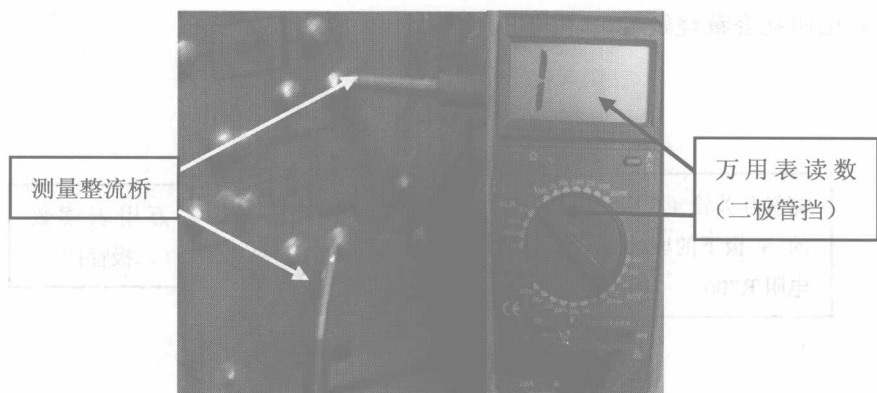
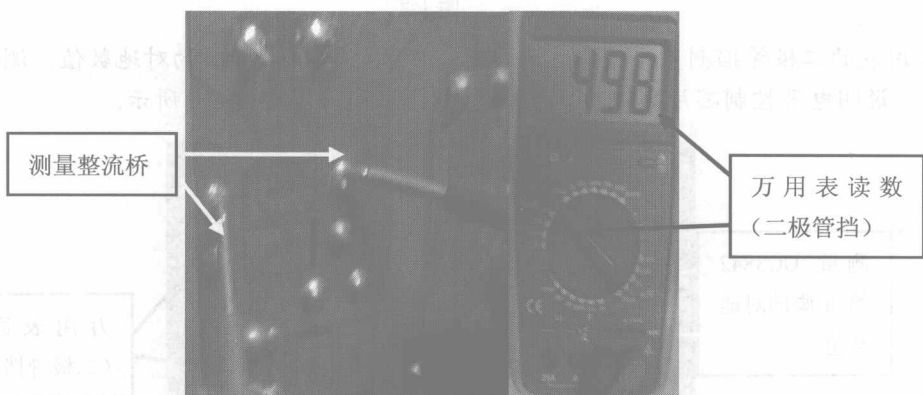

图 1-6
图 1-7
- ②用万用表的二极管挡检测整流桥 (D701~D704), 测得整流桥中各二极管的正向数值为 498, 反向数值为 1, 数值在正常的范围内, 说明整流桥能够正常工作, 如图 1-6、图 1-7 所示。